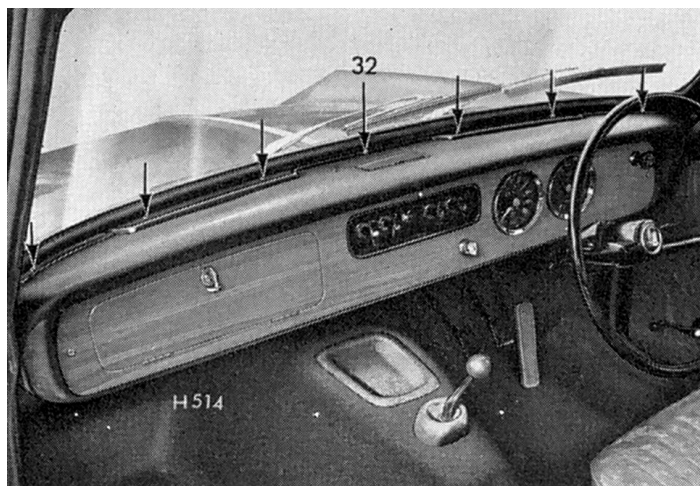

Fig. 111. Fixation de la partie supérieure du tableau de bord
Retirer sept vis (32) retenant la partie supérieure du tableau de bord et les enjoliveurs de sortie d'aération à l'encadrement de pare-brise (Fig. 111). Retirer quatre vis (52), deux de chaque côté, retenant le renfort (40) aux côtés du tableau de bord (Fig. 112).